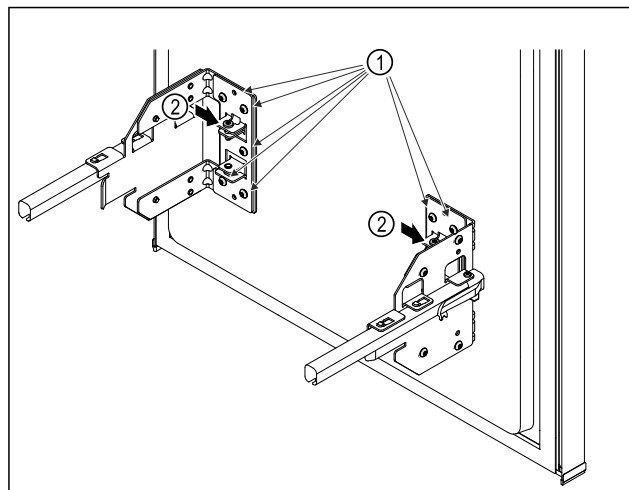

Fig. 9
- ▶ Šrouby Fig. 9 (1) lehce uvolněte.
- ▶ Otáčením šroubů Fig. 9 (2) posuňte vysouvací vozík nahoru nebo dolů.
- ▶ Utáhněte šrouby Fig. 9 (1) až na doraz.